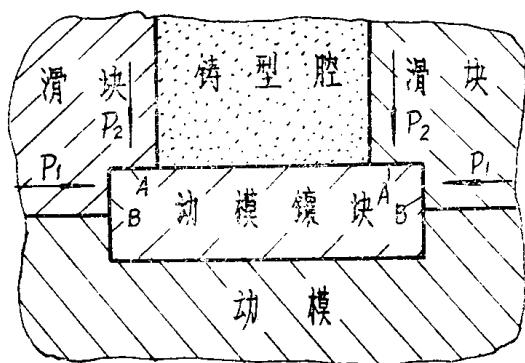

图4
2. 将动模镶块与滑块作了如图4所示的布置。这样有如下几个优点。